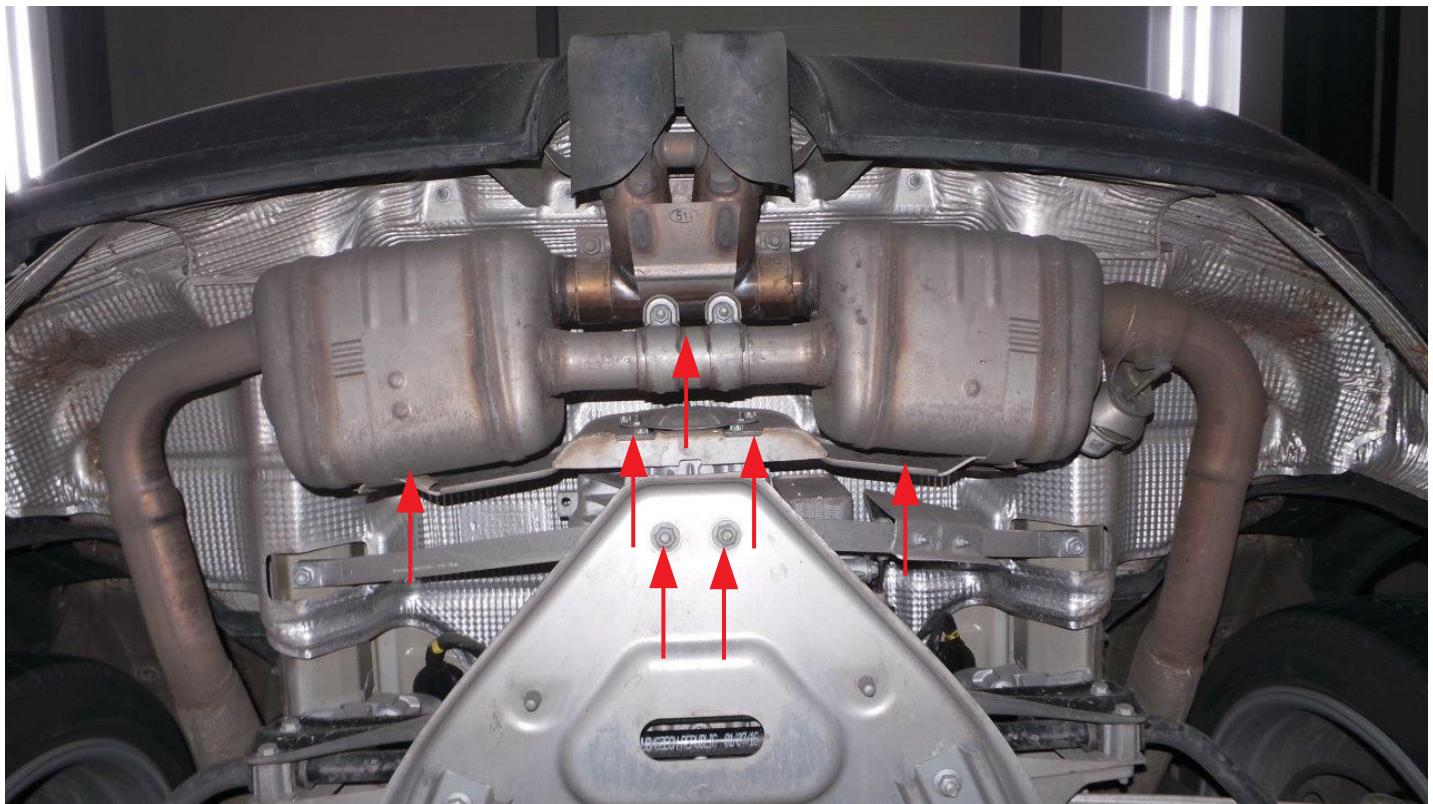

Abb.4: Demontieren des Endschalldämpfers
s. Abb.4- 5 Die Halterplatte wird dabei demontiert und später durch das Capristo- Federpaket ersetzt.